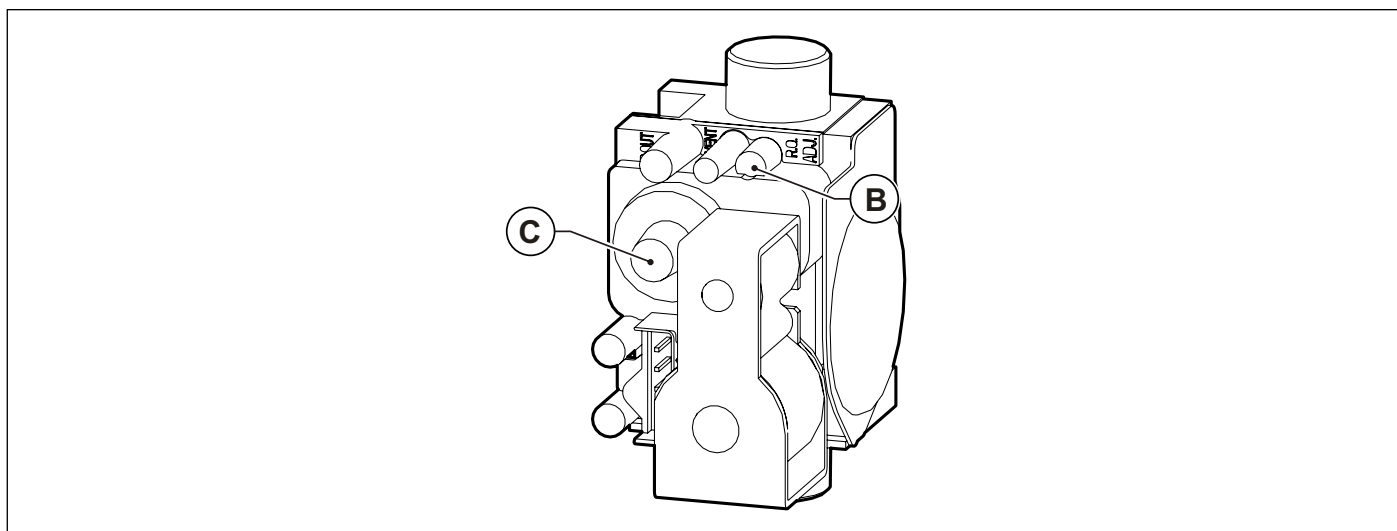

Fig. 25 Regulación valor anhídrido carbónico
- Regular el valor del anhídrido carbónico (CO₂) en los humos girando el regulador de relación **B** (ver Fig. 25 Regulación valor anhídrido carbónico) y asegurarse de que no supere los límites de la Tab. 12 Valores de CO₂ en los humos. Dejar la caldera en modalidad deshollinado y continuar en el paso siguiente de ajuste a la potencia mínima.
- Regular el valor del anhídrido carbónico (CO₂) en los humos girando el regulador de offset **C** (ver Fig. 25 Regulación valor anhídrido carbónico) y asegurarse de que no supere los límites de la Tab. 12 Valores de CO₂ en los humos.